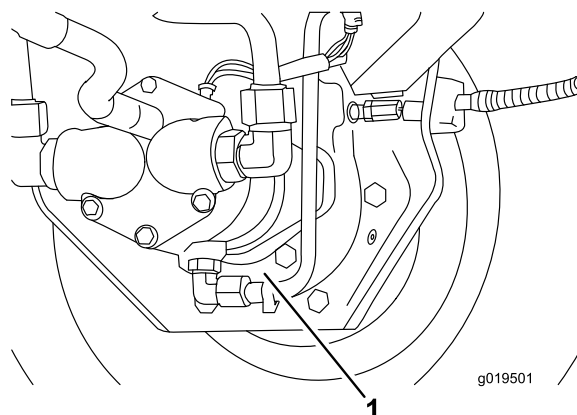

図 68
3. ブレーキハウジングの下に容器を置き、プラグを外してオイルを抜く 図 68。